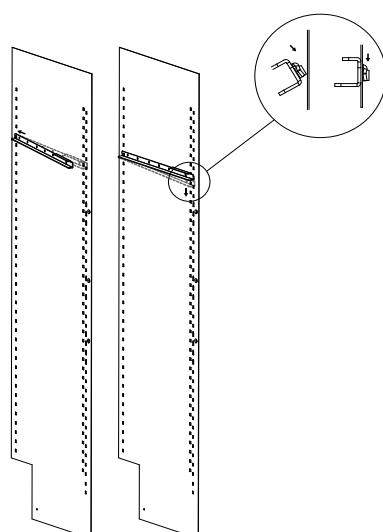

图1
- 移除酒柜内部和外部的保护部件，包括下铰链的保护套(见图1)。
已被固定在每个酒架上。每个酒架2个垫块（图1）。请通过转动
1. 将2个滑条插入酒架支撑带中。每个酒架左右侧各安装一个滑条（见图1）。确保滑条正确地固定在壳体内（见图2）。
1. 将2个滑条插入酒架支撑带中。每个酒架左右侧各安装一个滑条（见图1及图2）。
- 将滑条插入酒架支撑带要求位置上（见图1和2）；